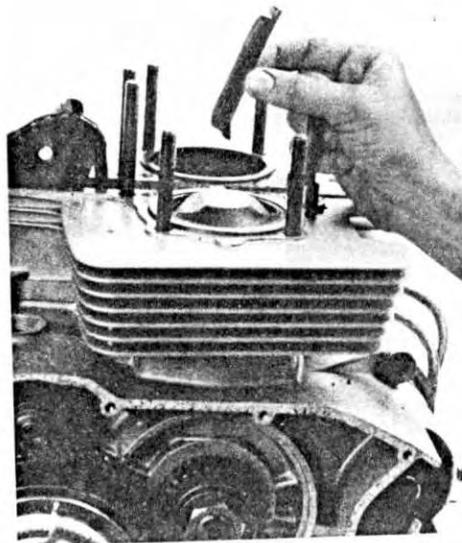

Fig. 37
- Sfilare il pattino del tendicatena (fig. 37).
- Remove the cam chain guide (fig. 37).